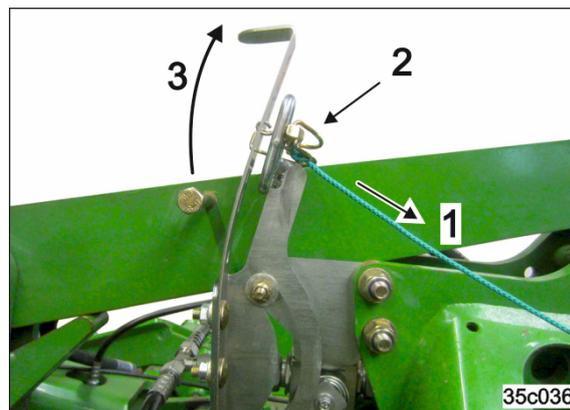

Fig. 134
1. Weißes Zugseil betätigen und die Seilöse durch die Kulisse ziehen (Fig. 134/1).
2. Die Seilöse mit dem Federstecker arretieren (Fig. 134/2).
3. Betätigungshaken ist in vorderer Position fixiert und wird nicht durch die Betätigungsschraube erfasst (Fig. 134/3).